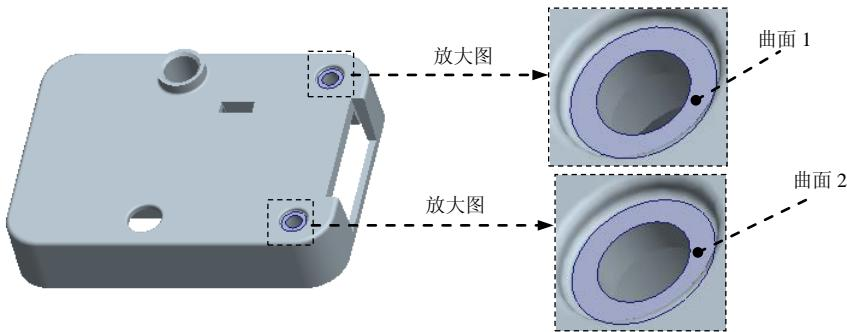

图 20.10 填补破孔
(6) 填补复制曲面上的破孔。在操控板中单击 **选项** 按钮，在系统弹出的“选项”界面中选中 **排除曲面并填充孔** 单选项，在 **填充孔/曲面** 文本框中单击“选择项”字符，按住 **Ctrl** 键，分别选择图 20.10 中的曲面 1 和曲面 2。
(7) 单击操控板中的“完成”按钮 。